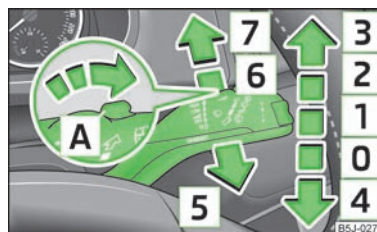

Abb. 29
- Möchte man die Frontscheibe nur kurz wischen, den Hebel in die gefederte Stellung » Abb. 29 drücken.
- Den Hebel nach oben in Stellung » Abb. 29 stellen.
- Den Hebel zum Lenkrad in die gefederte Stellung » Abb. 29 ziehen, die Waschanlage und die Scheibenwischer arbeiten.
- Den Hebel vom Lenkrad weg in Stellung » Abb. 29 drücken, der Scheibenwischer wischt alle 6 Sekunden.
- Den Hebel vom Lenkrad weg in die gefederte Stellung » Abb. 29 drücken, der Scheibenwischer und die Waschanlage arbeiten.
- Den Hebel in die Grundstellung [0] » Abb. 29 zurückstellen.
Wenn das Abblend- oder Fernlicht eingeschaltet ist und der Scheibenwischerhebel in die Position [5] » Abb. 29 gezogen wird, werden die Scheinwerfer kurz bespritzt. Zum Reinigen der Scheinwerfer kommt es auch nach jedem fünften Besprühen der Frontscheibe.